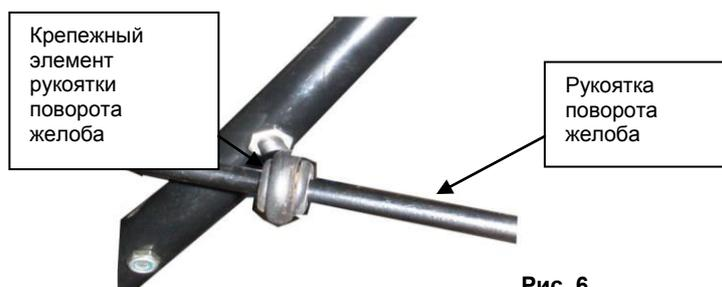

Рис. 6.
1. Установить рукоятку поворота желоба в отверстие кронштейна, расположенного на рукоятке управления с левой стороны (см.рис.6)